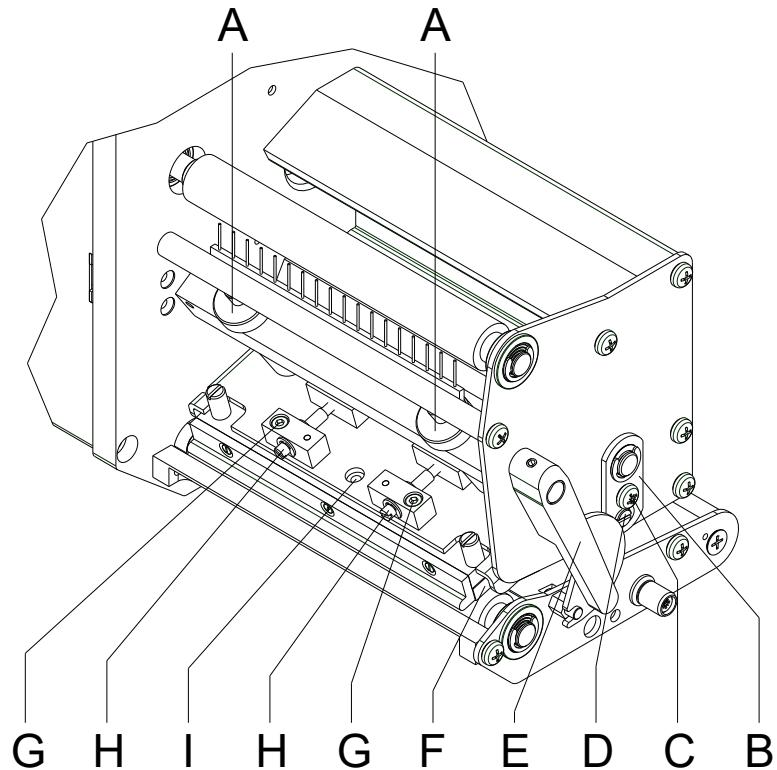

Abbildung 22
Falls nach Einstellen der Parallelität kein gleichmäßig starker Druck über die gesamte Druckbreite vorliegt, kann mit dem Stellblech (B, Abbildung 22) ein Ausgleich geschaffen werden.
1. Schraube (C, Abbildung 22) ca.  $\frac{1}{4}$  Umdrehung lösen.
2. Exzenterbolzen (D, Abbildung 22) drehen, um einen Druckausgleich zu schaffen und solange nachstellen, bis ein gleichmäßiges Druckbild vorliegt.
3. Schraube (C, Abbildung 22) wieder anziehen.
1. Andruckschrauben (A, Abbildung 22) drehen, um den Druckkopfandruck zu verändern.
2. Drehen der Andruckschrauben (A, Abbildung 22) bis an den Anschlag im Uhrzeigersinn ergibt eine Andruckerhöhung von 10N gegenüber der Werkseinstellung.
3. Drehen der Andruckschrauben (A, Abbildung 22) genau eine Umdrehung vom Rechtsanschlag gegen den Uhrzeigersinn, ergibt die Werkseinstellung.